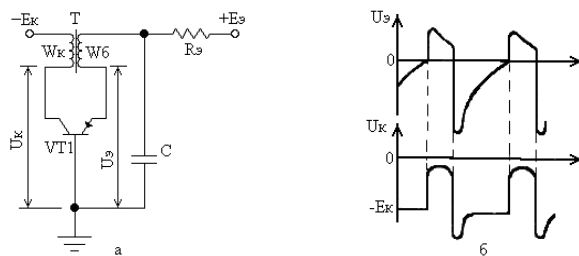

Рис.1.3
5. Объяснить принцип работы БГ с ОБ и временную диаграмму на рис.1.3а и рис. 1.3 б.
- Показать по схеме мультивибратора с КБ связями (рис.1.3) путь прохождения тока при закрытом состоянии транзистора VT2. Начертить временную диаграмму $U_{k1}(t)$.